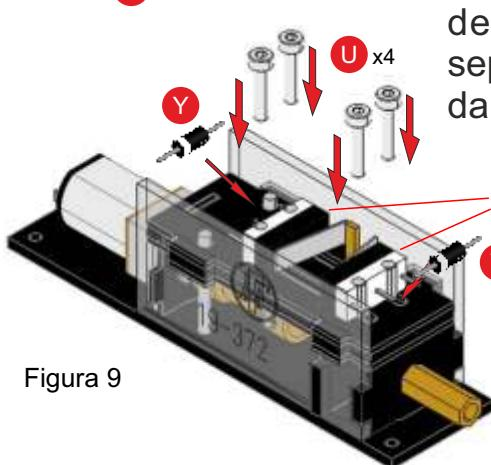

Figura 9
7) Posizionare ora i due interruttori di fine corsa V come in figura 9 bloccandoli con le viti U. Saldare poi i diodi Y ai poli estremi degli interruttori di fine corsa (polo C comune, polo NC normalmente chiuso), con il verso del diodo (fascia bianca verso il polo C).